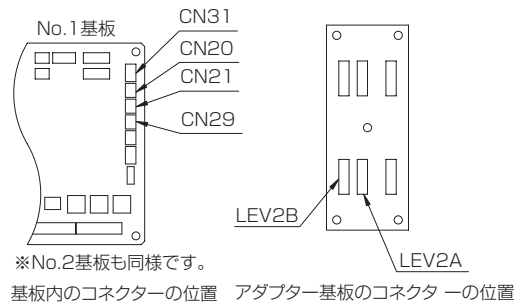

図4
- 電気配線を図4と表1を参考にし、コネクター同士を正しく接続してください。